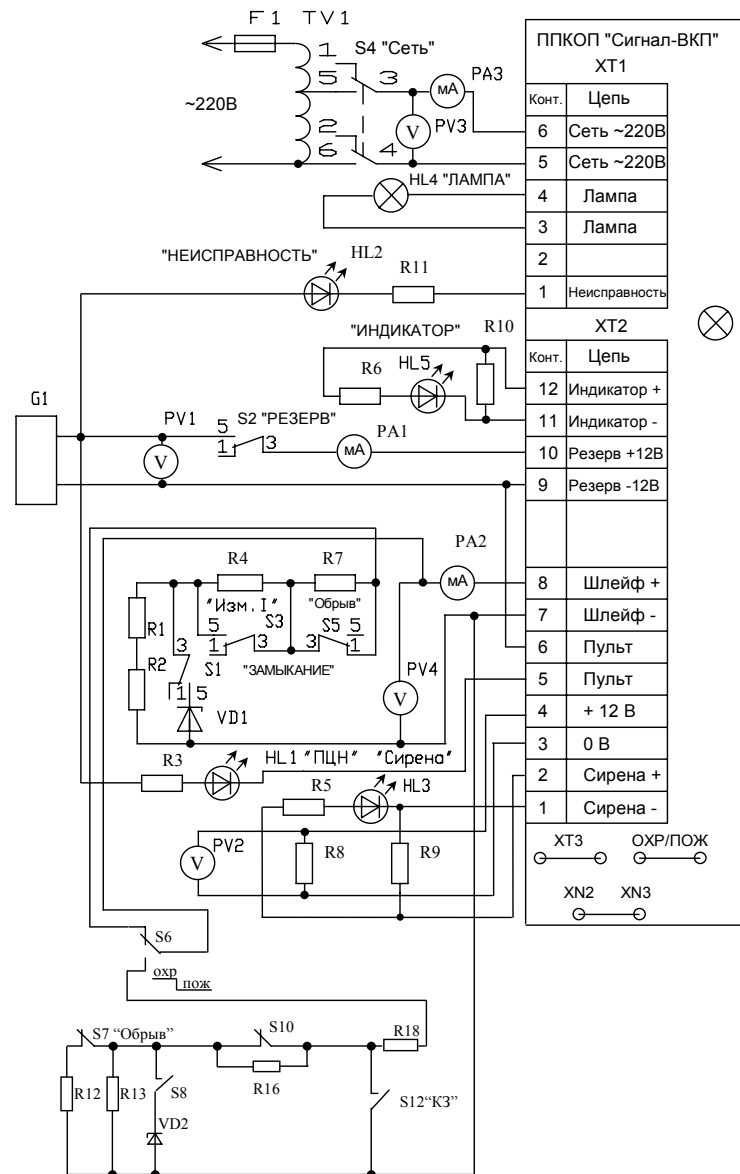

Рис. 3.1
Перечень элементов к рис.3.1
3.4 Проверка проводится с помощью стенда общей проверки прибора, схема электрическая принципиальная которого изображена на рис.3.1. Общее время проверки технического состояния одного прибора не более 40 мин.